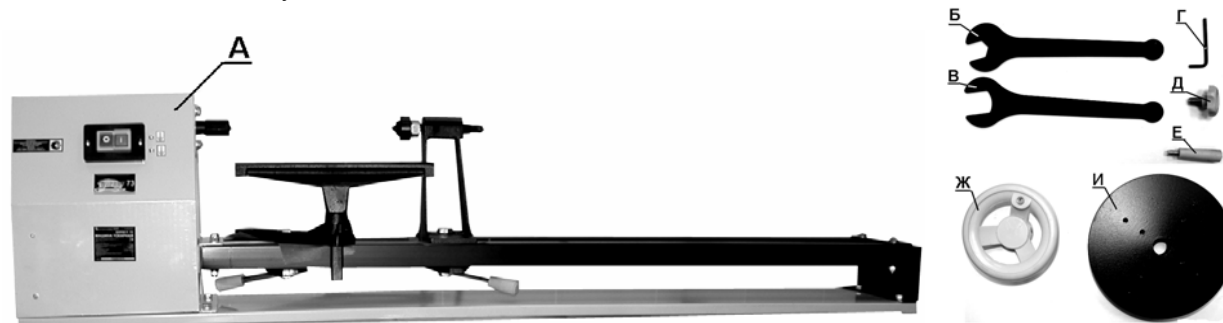

Рис. 1.
6.1. Комплектность машины указана в таблице 3 и на Рис.1.